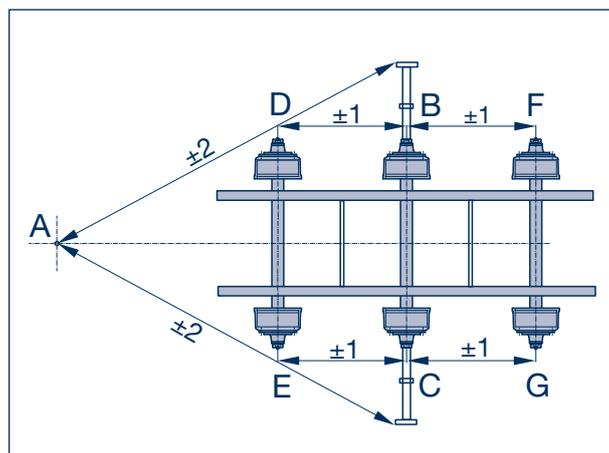
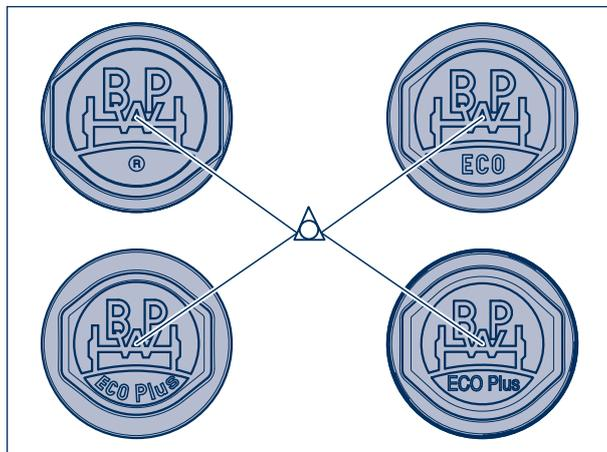

Figure 5
Figure 10
- [7] Répéter les mesures jusqu'à ce que les cotes diagonales A-B et A-C aient les mêmes dimensions (figure 5).
- [10] Mesurer l'écart entre l'essieu de référence et les essieux suivants en posant les extrémités d'un pointeau dans le triangle des capuchons de moyeux (figure 10) resp., s'il s'agit d'anciens capuchons, dans les creux des fusées, tolérance autorisée  $\pm 1$  mm (figure 5).